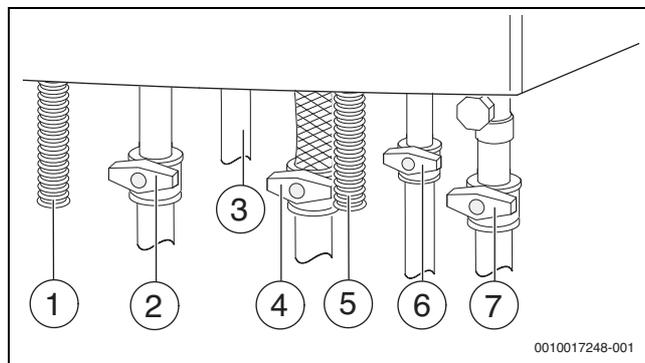

Fig. 35 Raccordements côté gaz et eau (accessoires)
- ▶ Ouvrir le robinet d'eau froide (→ fig. 35) puis ouvrir un robinet d'eau chaude jusqu'à ce que l'eau coule.
- ▶ Ouvrir le robinet de départ et le robinet de retour du chauffage (→ fig. 35).